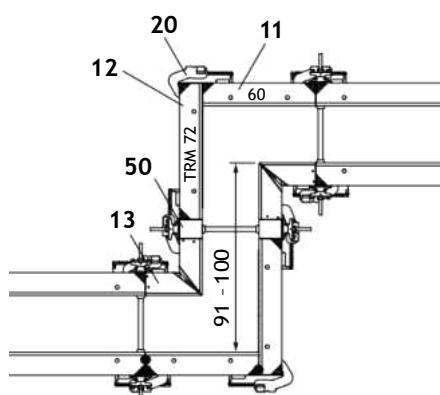

Fig. A10.04
- Елемент TR 60 (11)
- Многофункционален елемент TRM 72 (12)
- TRIO вътр. Ѹгъл TE (13)
- Направл. скоба BFD (20)
- Компенсация доставена от изпълнителя (50)
- (Fig. A10.04)